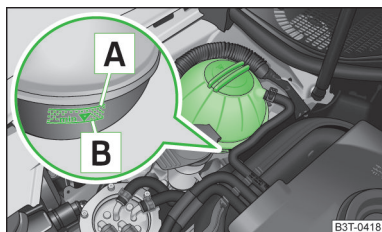

Abb. 128
Zum Nachfüllen empfehlen wir nur das Frostschutzmittel zu verwenden, dessen Bezeichnung auf dem Kühlmittelausgleichsbehälter aufgeführt ist » Abb. 128 auf Seite 166.
- Das Kühlmittel nicht über die Markierung [A] auffüllen » Abb. 128 auf Seite 166.
- Den Kühlmittelstand am Kühlmittelausgleichsbehälter prüfen » Abb. 128. Der Kühlmittelstand muss bei kaltem Motor zwischen den Markierungen **B** (min.) und **A** (max.) liegen. Bei warmem Motor kann er auch etwas über der Markierung **A** (max.) liegen.
- Einen Lappen auf den Verschlussdeckel des Kühlmittelausgleichsbehälters » Abb. 128 auf Seite 166 legen und den Deckel **vorsichtig** abschrauben.
Das Kühlmittel nicht über die Marke **A** (max.) auffüllen » Abb. 128 auf Seite 166! Überschüssiges Kühlmittel wird bei Erwärmung durch das Überdruckventil im Verschlussdeckel des Kühlmittelausgleichsbehälters aus dem Kühlsystem gedrückt. ■